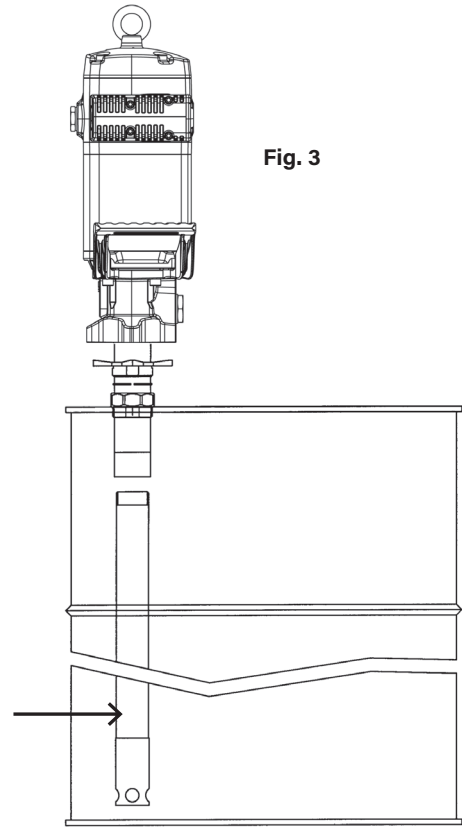

Fig. 3
- Adjustable drum or tank mounting, using bung adapter 4411-032. Screw the proper suction tube (see fig. 3) to the foot valve of the pump. Screw the nut of the bung adapter to the 2" opening of the cover. Insert the suction tube through the nut and secure it with the star nut at the desired height.
- Montaje ajustable sobre bidón o cisterna con adaptador 4411-032. Rosque a la bomba el tubo prolongador correspondiente (ver fig. 3). Rosque la tuerca del adaptador ajustable a la tapa del bidón/cisterna. Inserte el tubo por la tuerca y fíjelo con la estrella a la altura deseada.